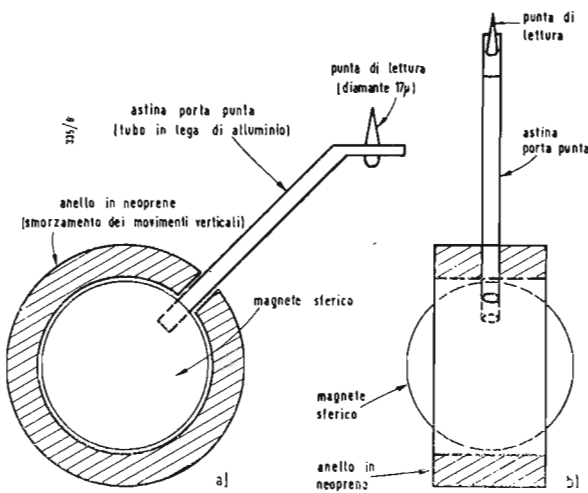
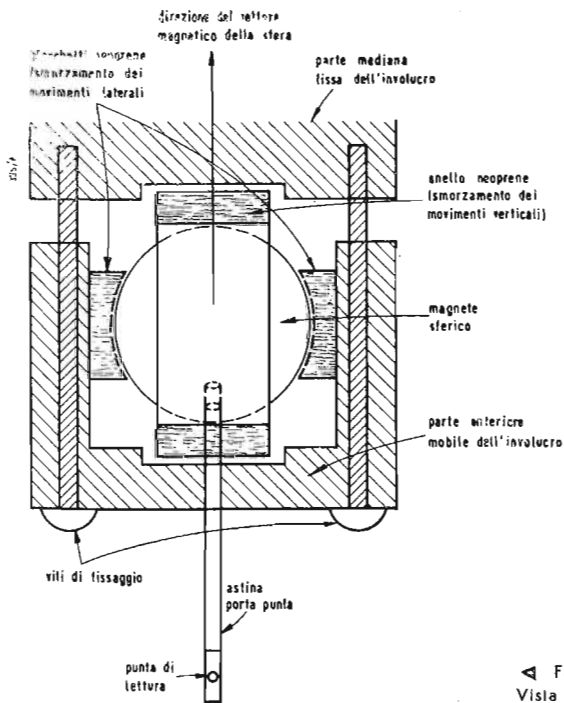

Fig. 2 ▼ Vista schematica dell'equipaggio mobile.
Fig. 3 ▲ Vista schematica degli elementi interni.
**L'equipaggio mobile:** in fig. 2 si può vedere lo schema di principio. Il magnete mobile è una sfera di ferrite magnetica (Indox V) di diametro 3,5 mm circa, che sostiene direttamente l'astina porta-punta realizzata con un tubicino in lega d'alluminio, appiattito alla sua estremità libera per ricevere la punta lettrice in diamante; la punta termina con una calotta sferica di 15-17 micron di raggio, perchè possa impiegarsi tanto con i dischi stereofonici quanto con i dischi microscolco laterali normali. Dalla parte opposta dell'astina, la sfera magnetica presenta due fenditure perpendicolari, sensibilmente orientate secondo gli assi congiungenti rispettivamente le espansioni polari 1-2 e 3-4 della fig. 3. Tali fenditure hanno la doppia funzione di alleggerire la sfera mobile e di fornire al costruttore la possibilità di eguagliare i flussi magnetici in condizioni di riposo.
La fig. 3 mostra inoltre che nella parte anteriore della custodia sono sistemati, a destra e a sinistra, due blocchetti di neoprene con i quali è possibile (entro certi limiti) rego-